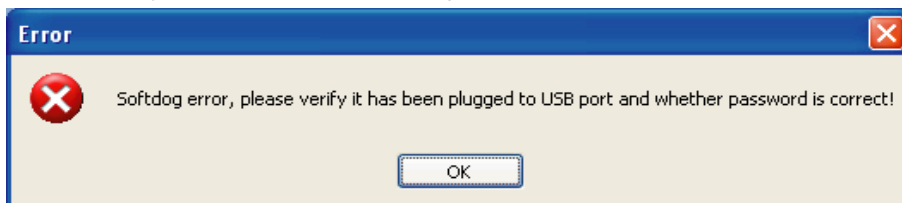

Рис. 4-1
- 4) При входе в систему необходимо также вставить Softdog, предоставляемый производителем, в компьютер, в противном случае вход в систему будет недоступен, о чем будет свидетельствовать соответствующая ошибка Softdog Error (см. Рис. 4-1).